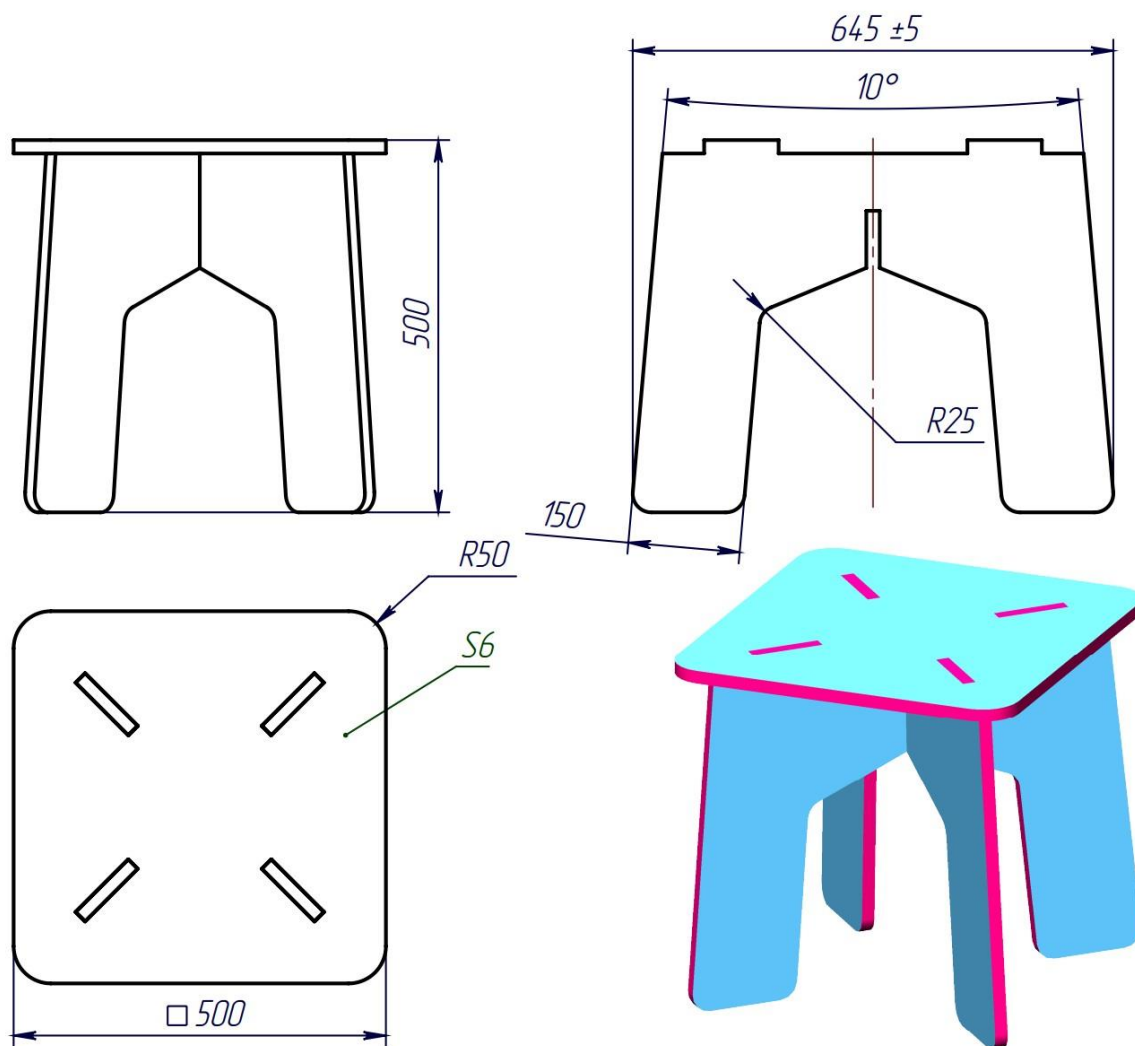

Рисунок 1 – Оригинальная модель изделия «Табурет»
- Необходимо использование метода соединения шип-паз для сопрягаемых деталей: сиденье, ребро-ножка 1 и ребро-ножка 2 (см. Рисунок 1).